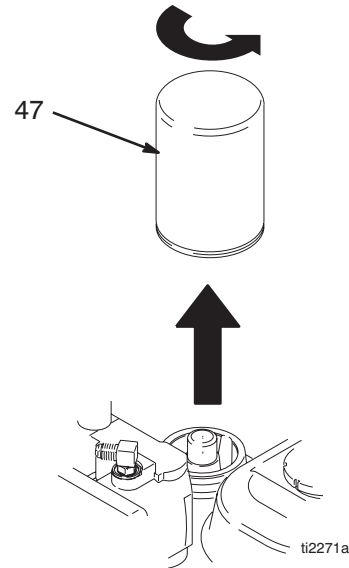

FIG. 6
1. Fig. 6. Placer une cuvette ou des chiffons sous le pulvérisateur pour recueillir le fluide hydraulique qui s'échappera.
2. Enlever le bouchon de vidange (40). Vidanger le fluide hydraulique.
3. Dévisser le filtre (47) lentement - le fluide s'écoule dans la rainure et s'évacue par l'arrière.